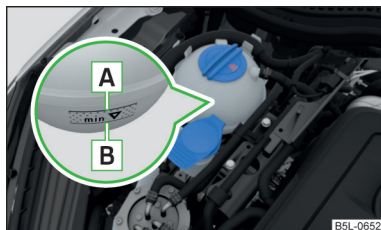

Fig. 153
La denominación del líquido refrigerante se encuentra en el depósito de compensación del líquido refrigerante » fig. 153 de la página 189.
- No rellene el depósito de líquido refrigerante por encima de la marca » fig. 153 de la página 189.
Depósito de compensación del líquido refrigerante » fig. 153
» Compruebe el nivel de líquido refrigerante en el depósito de compensación del mismo » fig. 153.
Cuando el motor está caliente, el resultado de verificación puede ser inexacto. El nivel también puede estar sobre la marca **A** » fig. 153.